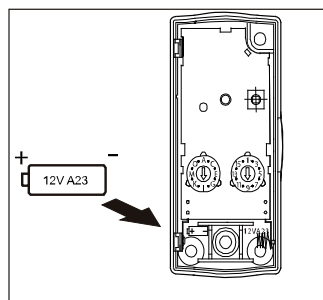

Fig. 6
4. Insérer une pile 12 V (A23) en respectant la polarité afin d'éviter d'endommager le bouton d'appel 23-570. Fig. 6.